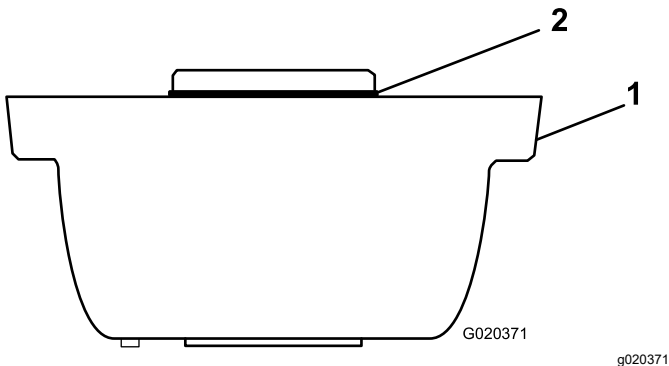

Рисунок 3
1. Убедитесь в том, что уплотнительное кольцо установлено в корпусе щетки катка (Рисунок 3).